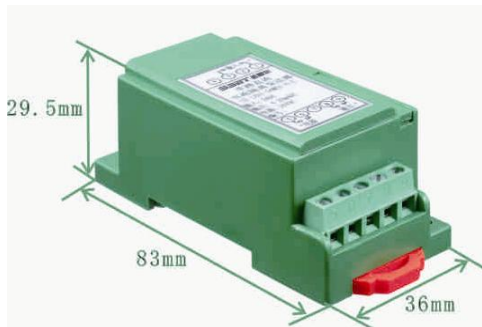
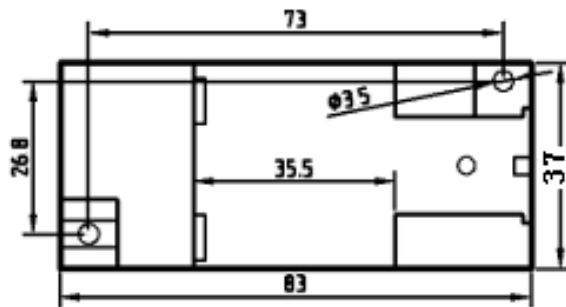

图 1 MS1 外形图
图 4 安装尺寸图
- ① 把变送器固定卡槽一侧勾在安装导轨上；
- ② 向下牵动弹簧销（如图 1 底端的红色弹簧销）；
- ③ 使变送器卡口套在安装导轨上；
- ④ 松开弹簧销，变送器卡在安装导轨上。
- ① 按图 4 所示的螺孔位置在固定板上攻丝 M3 螺钉孔；
- ② 使用 M3 的螺钉拧入螺钉孔中固定。